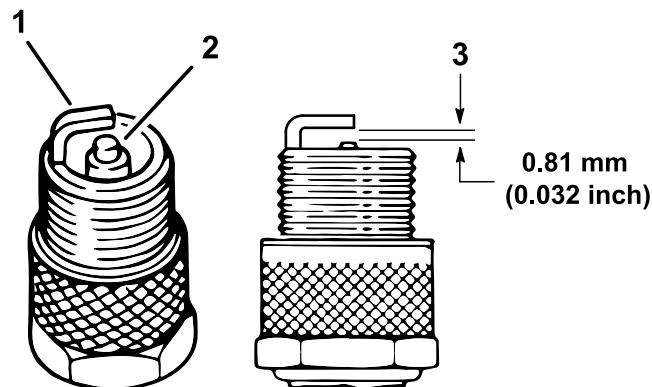

Figura 38
4. Verifique o estado dos elétrodos lateral e central, bem como do isolante do elétrodo central, certificando-se de que não se encontram danificados (Figura 38).
- 5. Ajuste a folga existente entre a zona central e lateral do eléctrodo para 0,81 mm, como se mostra na Figura 38.